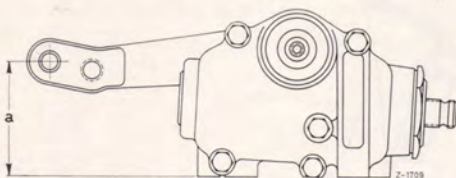

Bild 46-5/3
8. Maß „a“ = 76 ± 3 mm prüfen, notfalls durch Versetzen des Lenkstockhebels richtigstellen (Bild 46-5/3).